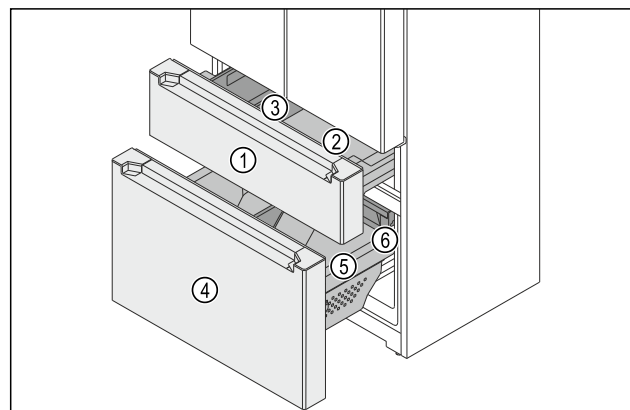

Fig. 148 Carrelli di estrazione vano congelatore
- (1) Carrello di estrazione superiore
- (2) Contenitore
- (3) FlexBox
- (4) Carrello di estrazione inferiore
- (5) Contenitore
- (6) Cassetto
Il congelatore è costituito da due carrelli di estrazione. Nel carrello di estrazione superiore Fig. 148 (1) sono presenti un contenitore Fig. 148 (2) e un FlexBox Fig. 148 (3). Nel carrello di estrazione inferiore Fig. 148 (4) sono presenti un contenitore Fig. 148 (5) e un cassetto Fig. 148 (6). A scopo di pulizia, è possibile rimuovere i contenitori nel carrello di estrazione superiore e inferiore.